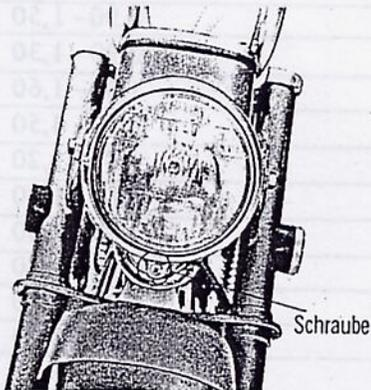
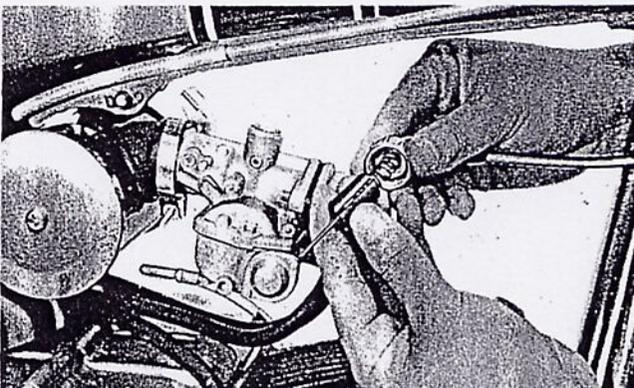

Abbildung 59
Abbildung 60
- (3) Schraube unten am Scheinwerfer herauschrauben und Scheinwerferdeckel abnehmen. Dann sämtliche elektrischen Leitungen abklemmen und Scheinwerfer abnehmen. (Abbildung 59)
- (4) Welle des Geschwindigkeitsmessers und Vorderradbremsszug aushängen.
- (5) Gaszug aushängen, indem man die Überwurfschraube abschraubt und den Bowdenzug am Gasschieber aushängt. (Abbildung 60)